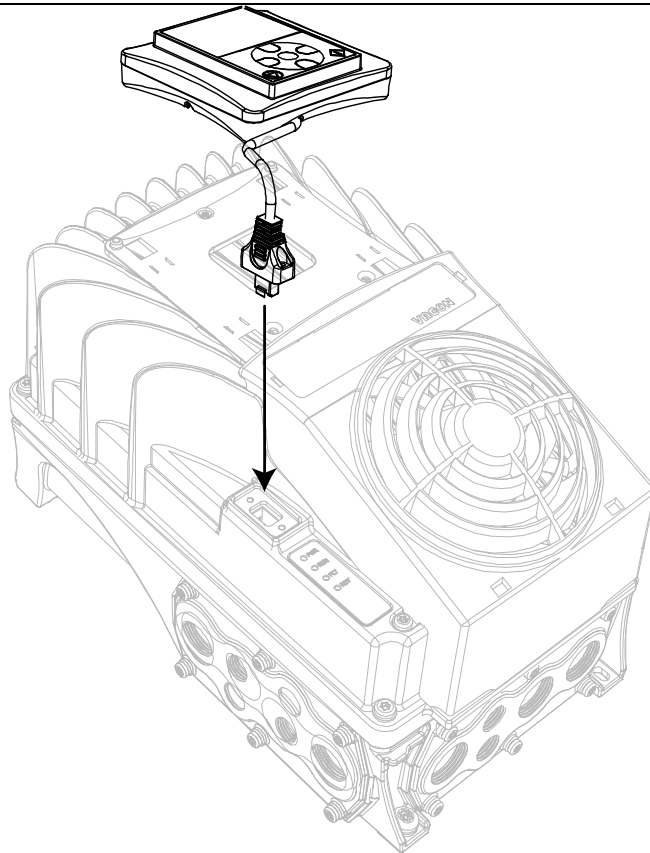

Abbildung 53. Montage der Steuertafel.
- Verbinden Sie die Steuertafel mit dem Frequenzumrichter und stecken Sie den HMI-Stecker wie in Abbildung 53 und Abbildung 54 gezeigt ein.